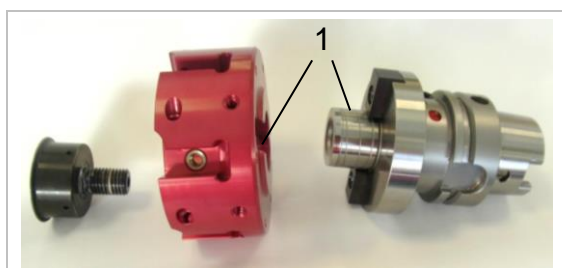

Abbildung 2: Hydrodehnspanndorn und Werkzeug reinigen
1. Reinigen Sie den Aufnahmebereich des Werkzeugs und des Hydrodehnspanndorns (siehe „Abbildung 2: Hydrodehnspanndorn und Werkzeug reinigen“, Position 1).